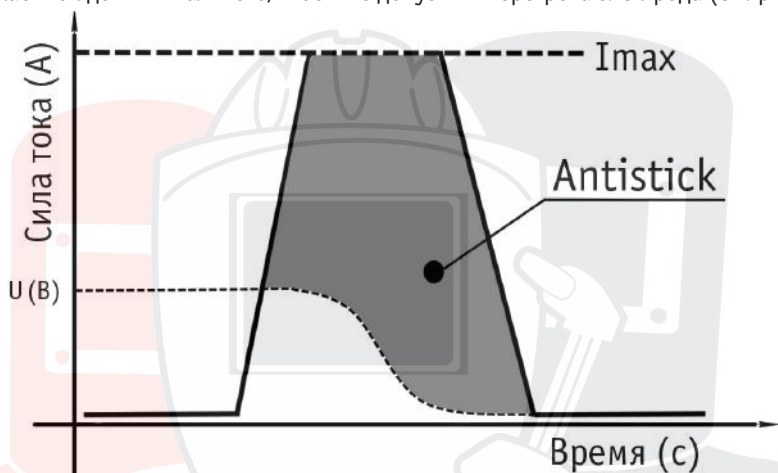

Рис. 6.2. Antistick.
**Antistick:** данная функция устраняет прилипание электрода к изделию. Аппарат автоматически снижает ток до минимального, чтобы не допустить перегрева электрода (См. рис. 6.2).